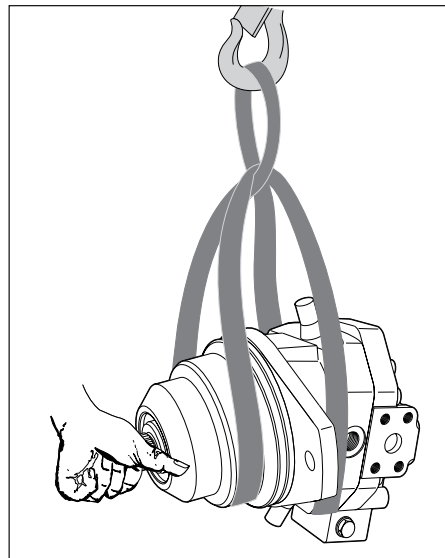

图 5: 使用提升带搬运
- ▶ 将提升带缠绕在轴向柱塞单元上，但请勿将提升带置于附件（例如：阀）之上，也不要通过此类附件吊挂轴向柱塞单元（参见图图 5）。